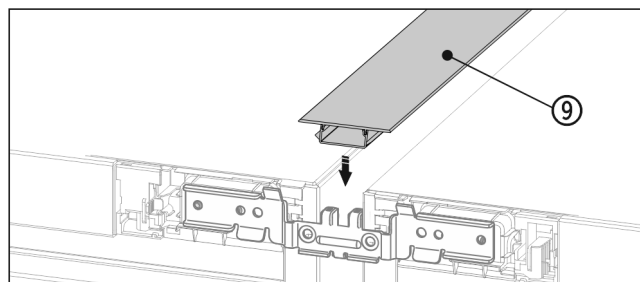

Fig. 20
- ▶ Wcisnąć krótką listwę zakrywającą Fig. 20 (9) na powierzchni górnej do szczeliny poziomej.